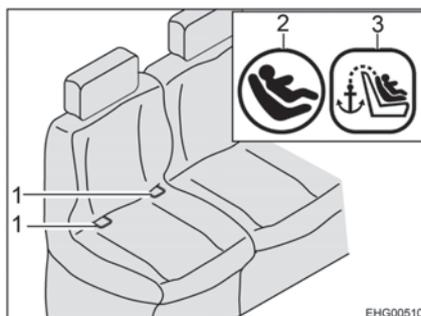
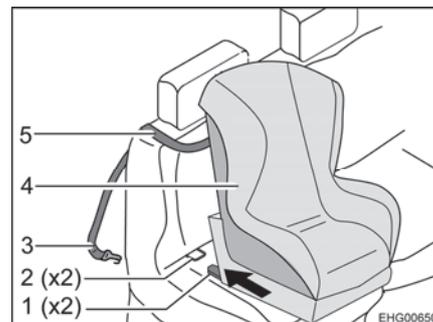

Fig. 12 Asiento con Isofix
Fig. 13 Fijación con Top Tether
- Pasar la correa Top Tether (Fig. 13,5) por encima del cojín del respaldo (entre el reposacabezas y el deflector del cinturón de seguridad).
- Enganchar el gancho de fijación (Fig. 13,3) en el punto de anclaje en el lado trasero del asiento del vehículo.
- Dejar que los brazos de enganche (Fig. 13,1) engatillen en los puntos de anclaje (Fig. 12,1 y Fig. 13,2). En esto, se deberá oír un clic distintivo.
- Con un fuerte tirón verificar que el asiento infantil (Fig. 13,4) esté firmemente fijado.